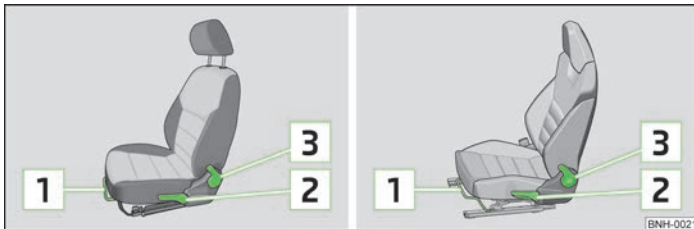

Abb. 32 Bedienelemente für Sitzeinstellung / Bedienelemente für Sportsitzeinstellung
- › Den Hebel (im mittleren Bereich) » Abb. 32 nach oben ziehen und dabei den Sitz in die gewünschte Position schieben.
- › Möchte man den Sitz anheben, den Hebel » Abb. 32 nach oben ziehen bzw. pumpen.
- › Die Sitzlehne entlasten (sich nicht anlehnen), den Hebel » Abb. 32 nach hinten ziehen und mit dem Rücken die gewünschte Neigung der Sitzlehne einstellen.